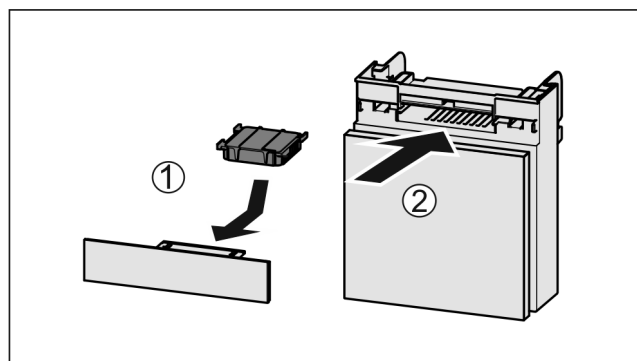

Fig. 162
- ▶ Sätt in Fig. 162 (1) aktivtkolfiltret enligt bilden.
- ▶ Skjut in Fig. 162 (2) lådan.